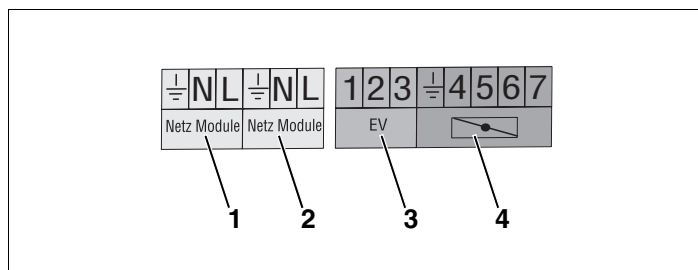
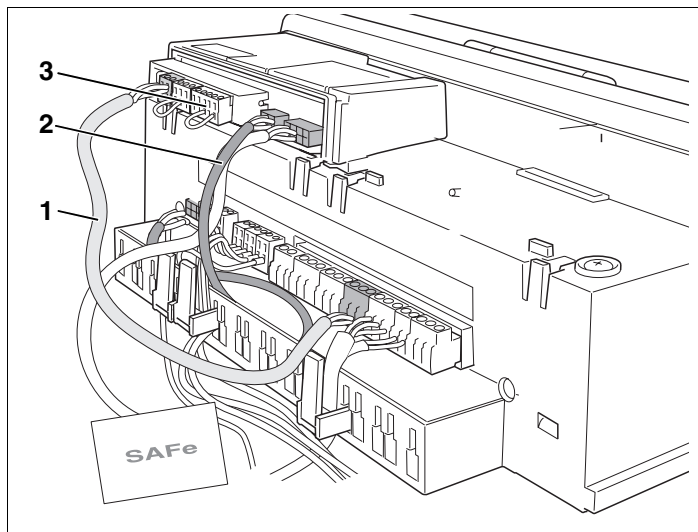
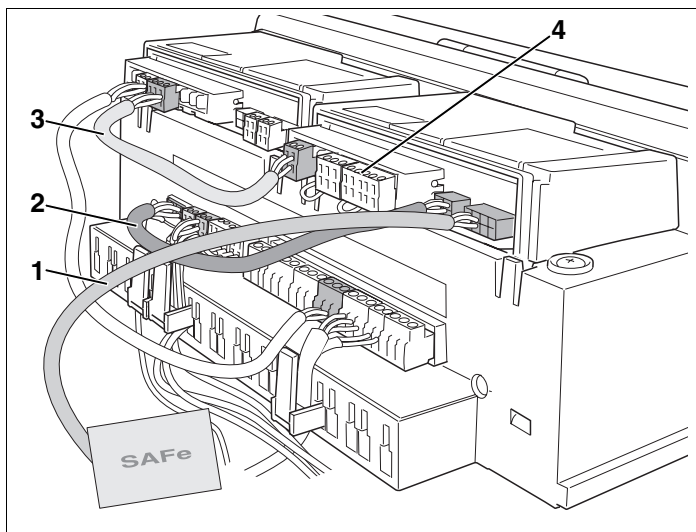

Abb. 2 Anschlüsse 230 V
Abb. 7 Elektrische Anschlüsse für Umschaltmodul UM10 herstellen
Abb. 8 Elektrische Anschlüsse für Umschaltmodul UM10 herstellen
- Busleitung (Abb. 7, **Pos. 2**) in die Steckbuchse in der MC10 einstecken, aus der Sie das SAFe-Kabel vorher abgezogen haben. Das andere Leitungsende in der UM10 einstecken.
- Netzanschlussleitung (Abb. 7, **Pos. 1**) am UM10 und der MC10 einstecken.
- Weitere Komponenten mit den Klemmen (Abb. 7, **Pos. 3**) des Umschaltmodules nach Anschlussplan verdrahten (siehe auch Abb. 2, Seite 6).
- SAFe-Kabel (Abb. 8, **Pos. 1**) von der MC10 abziehen und in die Steckbuchse des UM10 einstecken.
- Busleitung (Abb. 8, **Pos. 2**) in den Stecker in der MC10 einstecken, aus dem Sie das SAFe-Kabel vorher abgezogen haben. Das andere Leitungsende in der UM10 einstecken.
- Netzanschlussleitung (Abb. 8, **Pos. 3**) vom ersten Funktionsmodul in die Klemmen des UM10 einstecken.
- Weitere Komponenten mit den Klemmen (Abb. 8, **Pos. 4**) des Umschaltmoduls nach Anschlussplan verdrahten (siehe auch Abb. 2, Seite 6).
Mit dem Funktionstest kann der Ausgang des UM10 (Klemme 5) über die Bedienheit RC35 angesteuert werden. Die Klemmenbezeichnungen beziehen sich auf die in Abb. 2, Seite 6 gezeigten Klemmen.